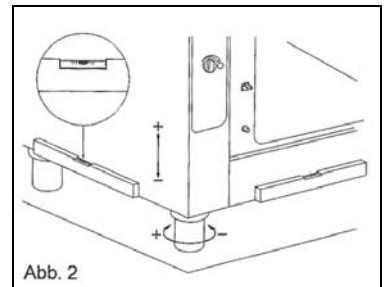

Abb. 2
- Die Nivellierung und die Höhenverstellung mittels der Einstellfüße, wie auf Abb. 2 gezeigt, vornehmen. Starke Höhenunterschiede oder Neigungen können die Funktionstüchtigkeit des Ofens beeinträchtigen. Von den Außenpaneelen die Schutzfolie entfernen. Diese langsam abziehen, damit keine Klebereste zurückbleiben.